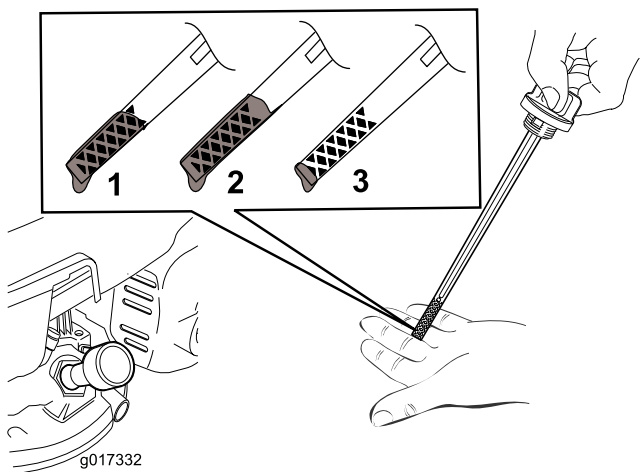

図 12
2. キャップを左に回してディップスティックを抜き取る 図 12。
5. ディップスティックの目印で油量を点検する 図 12。
- 油量が少なすぎる場合 図 12は、補給管から少量の SAE または SAE 10W-30 マルチグレード鉱物性オイルAPI 規格 SJ 以上のものを
- 油量が多すぎる場合 図 12は、余分のオイルを抜いて適正量までオイルを減らす エンジンオイルの交換 \(ページ 15\)を参照。